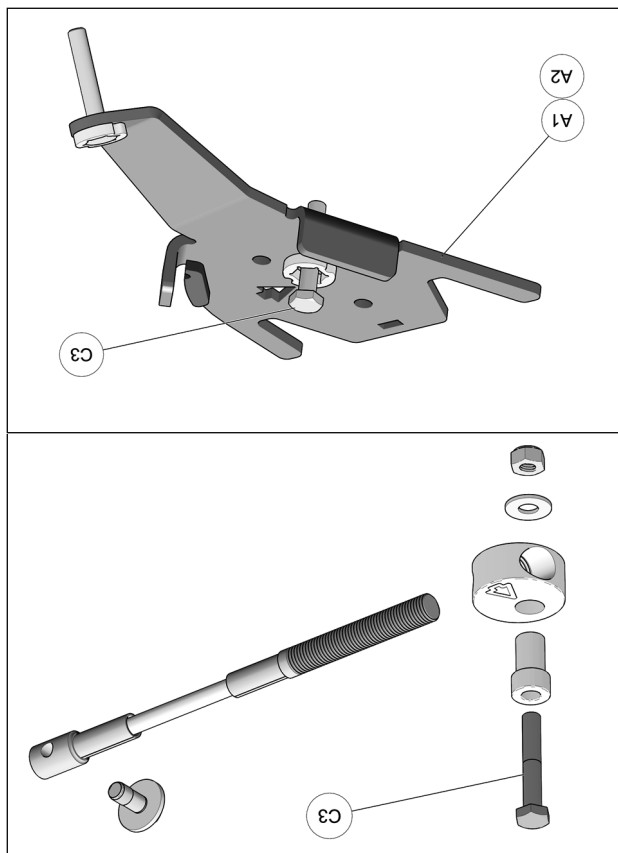

Fig. 20
9. Retirer les deux boulons M10x60mm (C3) des ensembles limiteur de conduite et insérer un boulon dans chacun des ancrages de suspension (A1-A2) comme montré à la Fig. 20